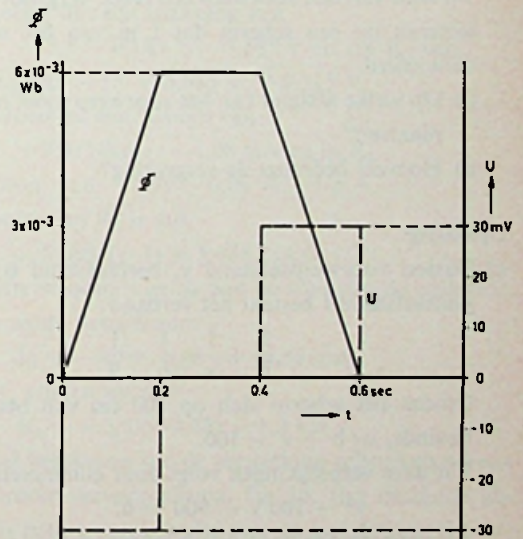

Fig. 8
- Tijdens het binnentreden in het magnetische veld neemt de omvatte flux toe met $d\phi/dt = 0,1 \times 0,5 \times 0,6 = 30 \times 10^{-3} \text{ Wb/s}.$ Na $\frac{1}{5} \text{ s}$ is het raampje geheel in het veld en blijft de omvatte flux constant $6 \times 10^{-3} \text{ Wb}.$ Weer $\frac{1}{5} \text{ s}$ later begint het raampje uit het veld te treden en neemt de flux weer af met $30 \times 10^{-3} \text{ Wb/s}.$ De grafiek is in fig. 8 weergegeven.
$U = -d\phi/dt = \pm 30 \times 10^{-3} \text{ V} = \pm 30 \text{ mV}$ (zie de stippellijn in fig. 8).